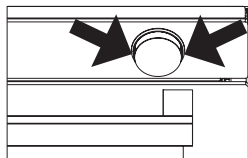
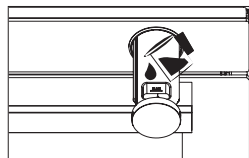
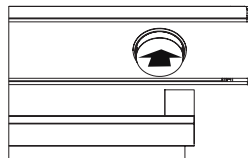
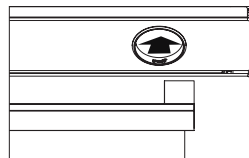

Figura 8
Figura 9
Figura 10
Figura 11
**1.** Rimuovere il contenitore dell'acqua estraendolo nei punti indicati dalla freccia. Riempire il contenitore dell'acqua (vedere figura 8) e farlo scorrere nella direzione della freccia fino alla posizione iniziale per posizionarlo (vedere figura 9). (Vedi Figura 10) Dopo 10 minuti di preriscaldamento, far scorrere il contenitore dell'acqua nella direzione della freccia finché non si sente un "clic". (Vedere figura 11)